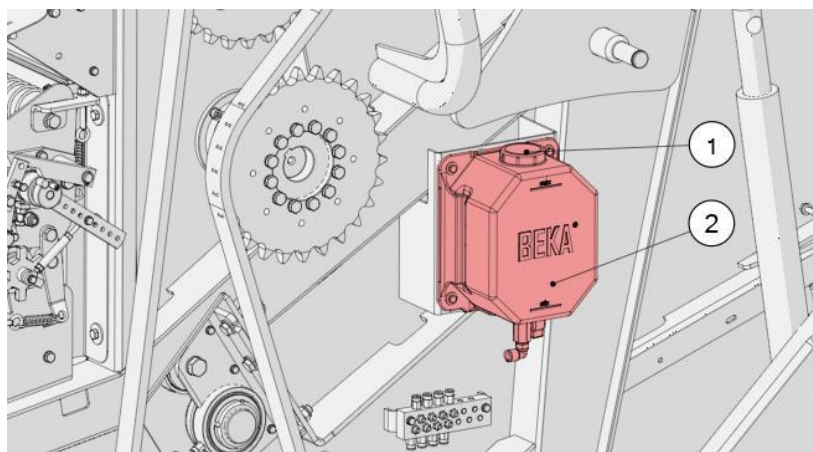

Figura 66. Depósito automático de lubricación de las cadenas
- Limpie la máquina alrededor del depósito (2) para evitar que entre suciedad (figura 66);
- Desenrosque el tapón (1);
- Enrosque el tapón (1).